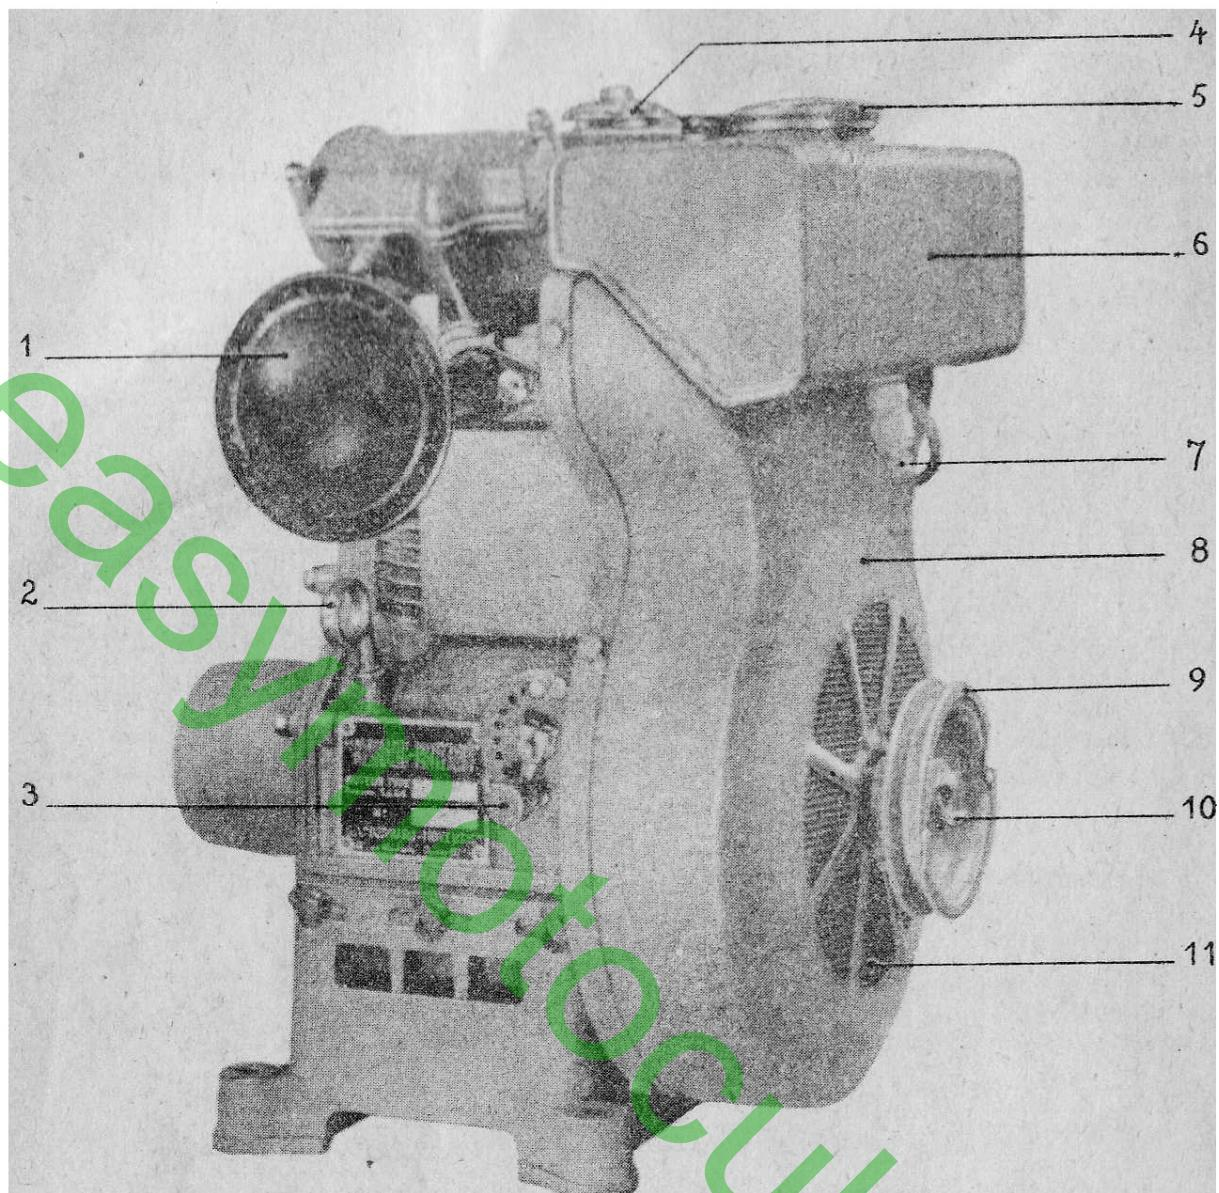
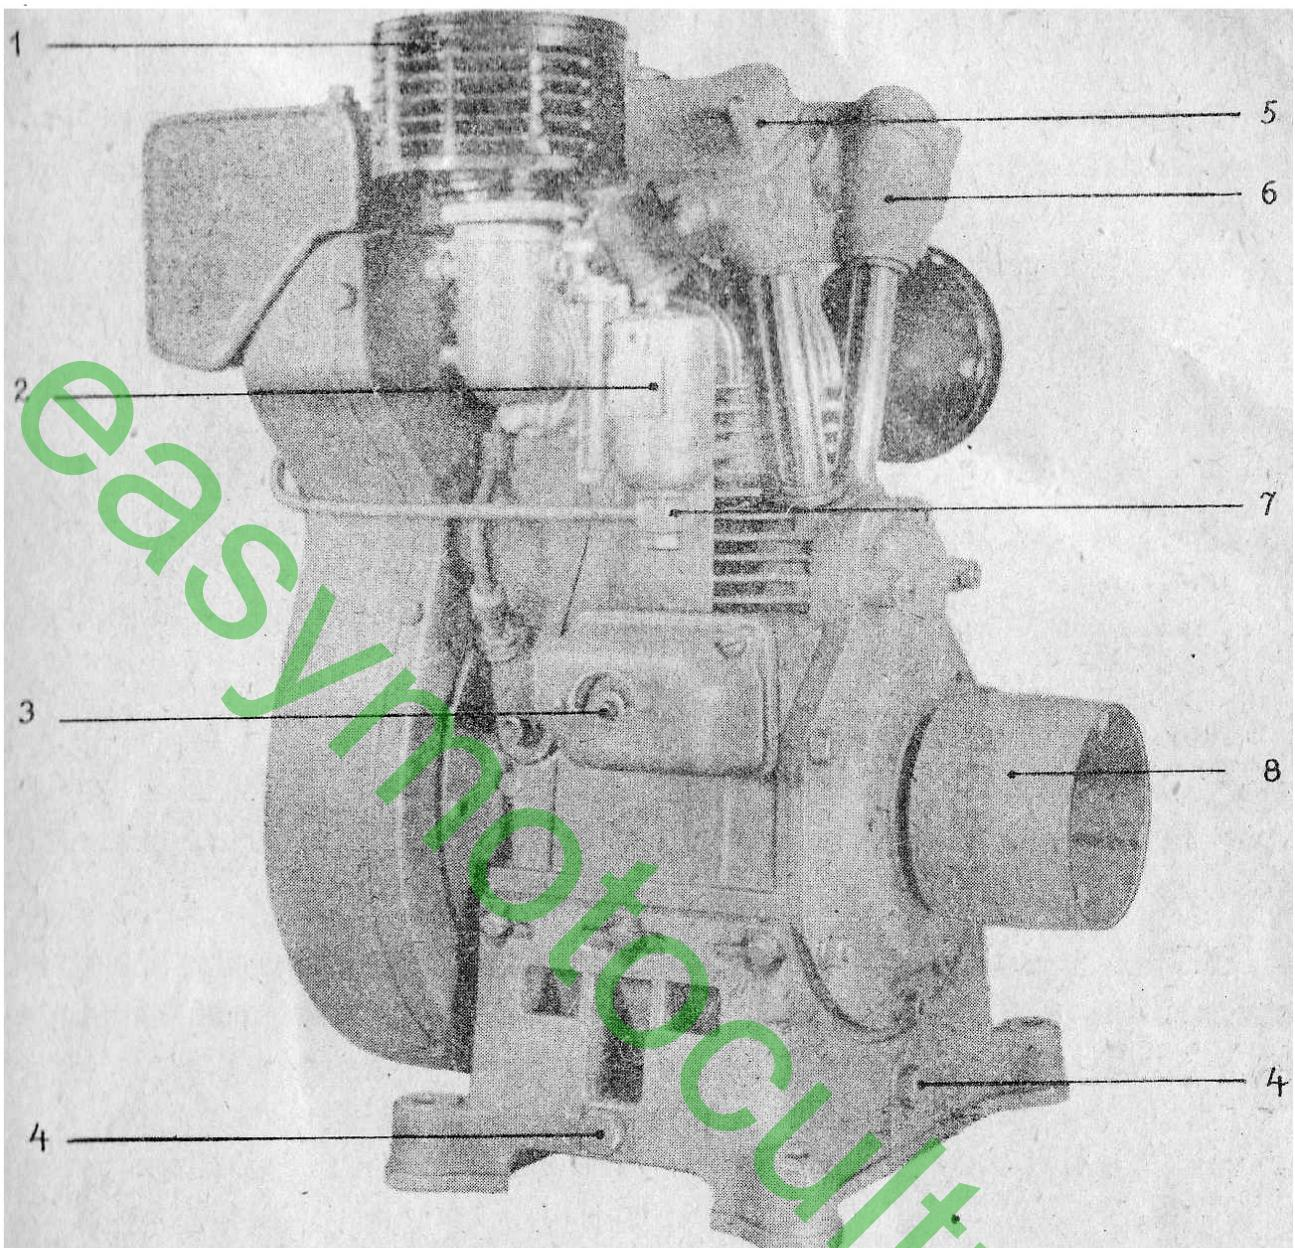

Fig. 1. — Vue de gauche
Fig. 2. — Vue de droite
Sur les figures 1 et 2 sont indiqués les organes et accessoires qui constituent le moteur.
On remarque à l'avant du moteur la poulie de lancement à la cordelette, et la noix pour manivelle de lancement (9 et 10) (Fig.1)
Pour déterminer le diamètre de la poulie (8) (Fig.2) à monter sur le moteur, multiplier le diamètre de la poulie montée sur l'appareil commandé par la vitesse à laquelle tourne cet appareil et diviser le nombre ainsi obtenu par la vitesse du moteur.
1^o HUILE. - Dévisser le bouchon de remplissage d'huile 4 (Fig.1) qui se trouve en haut du moteur, entre le réservoir à essence et les boîtiers de culbuteurs. Ajouter de l'huile jusqu'à ce que le niveau arrive à la limite de décrochement de l'extrémité de la jauge.
2^o ESSENCE. - Retirer en dévissant d'un quart de tour le bouchon 5 (Fig.1). Faire le plein du réservoir avec un entonnoir muni d'un filtre. Le filtre est indispensable pour éviter l'arrêt du moteur par gicleur bouché ou usure des segments, du piston ou du cylindre, et évite également le grippage du robinet.
3^o FILTRE A AIR. - Ce filtre 1 (Fig.2) doit être nettoyé, en principe, chaque semaine (plus souvent et même deux fois par jour si le moteur travaille dans un air chargé de poussière). Agiter le filtre dans de l'essence ou dans une solution d'un détergent sulfoné (teepol par exemple) le plonger dans de l'huile, laisser égoutter et remonter.
1^o - Ouvrir le robinet d'essence (7) situé en bas et au milieu du réservoir (Fig.1).
3^o - Le lancement à la cordelette, si les abords du moteur le permettent, est plus énergique qu'à la manivelle (Fig.1).
Sur le côté gauche du carter-cylindre (Fig.1) est placé le levier de changement de vitesse (3). Ce levier permet, suivant la position qu'il occupe, d'obtenir une vitesse constante comprise entre 1.500 et 2.500 t/m.
Pousser le bouton d'arrêt 3 (Fig.2) situé sur le couvercle du boîtier de rupteur.
- que l'essence arrive au carburateur. Fermer le robinet 7 (Fig.1), essorer le raccord d'arrivée d'essence au carburateur 7 (Fig.2). Ouvrir progressivement le robinet. Si l'essence ne coule pas, la canalisation ou le robinet sont obstrués, déboucher et nettoyer;